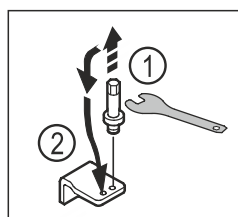

Fig. 18
- ▶ Čap dolnej ložiskovej kontroly vyskrutkujte vonkajším kľúčom na šesťhrannú maticu SW5. Fig. 18 (1)
- ▶ Nasadte čap na opačnú stranu. Fig. 18 (2)